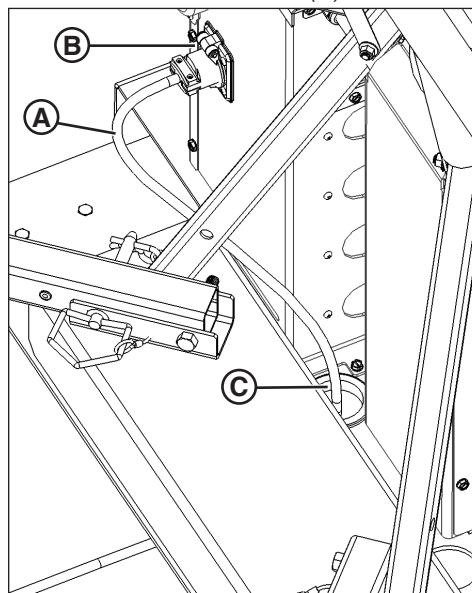

Figure 8
- Brancher un robuste cordon d'alimentation destiné à l'extérieur (**A**, Figure 8) de l'entrée d'alimentation sur le côté de l'appareil (**B**) à une source de courant de 120 volts c.a. Consultez **Spécifications**.